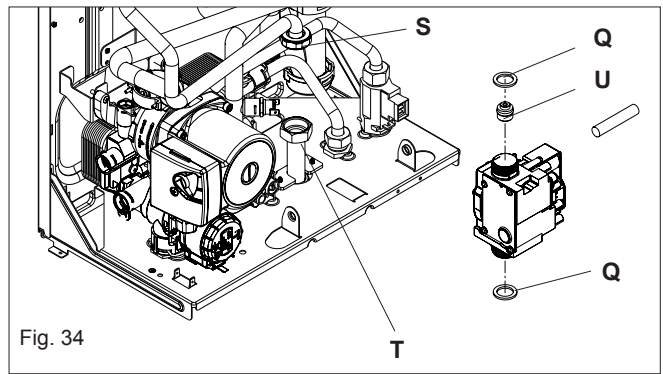

Fig. 34
6.12 GAS VALVE (fig. 34)
6.12.1 INJECTOR (fig. 34)